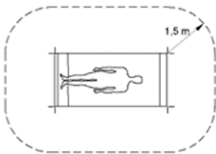

Abb. 5
Um den Wall Charger CW1 (1) auszuschalten, ziehen Sie einfach das Netzteil (4) aus der Steckdose. Der Wall Charger CW1 (1) ist zur Inbetriebnahme und Verwendung in medizinischen Bereichen außerhalb der Patientenumgebung vorgesehen (mindestens 1,5 Meter vom Patienten oder der Patientenaufgabe entfernt gemäß IEC 60601-1, siehe Abb. 5).